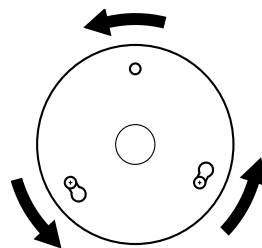

Figura 8b - Montaje del Bastidor Superior de los Interruptores
4. Gire el bastidor superior de los interruptores hacia la izquierda hasta que los tornillos para el montaje del bastidor queden bien fijados en el extremo angosto de estas ranuras según se muestra en el Figura 8b. Instale el tornillo de montaje del bastidor #6-32 x 3/8" en el tercer agujero en el bastidor superior de los interruptores. Apriete estos tres tornillos firmemente.